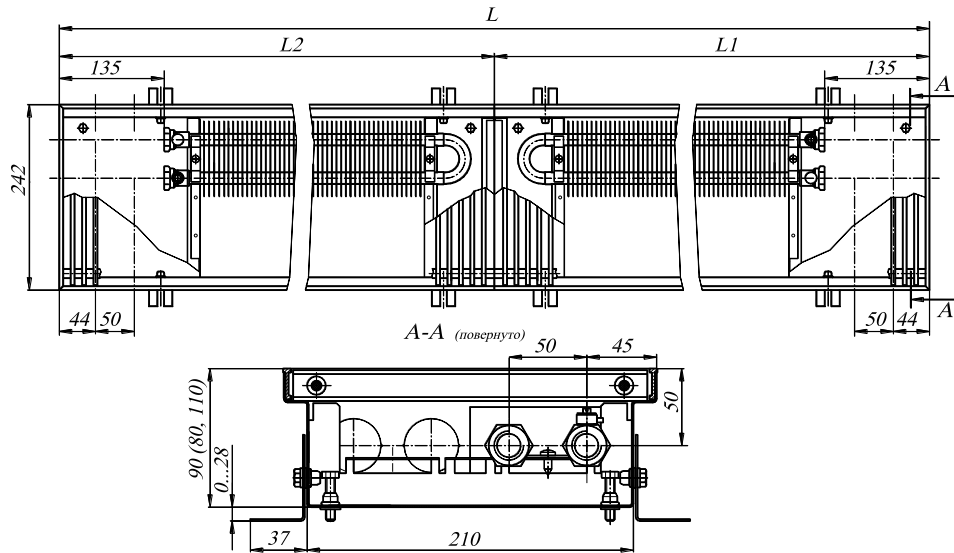

**Рис. 1 Конвектор КРК 24.08(09,11).60...310 - П**
4.1. Конвектор состоит из следующих основных элементов (см. рис.1):